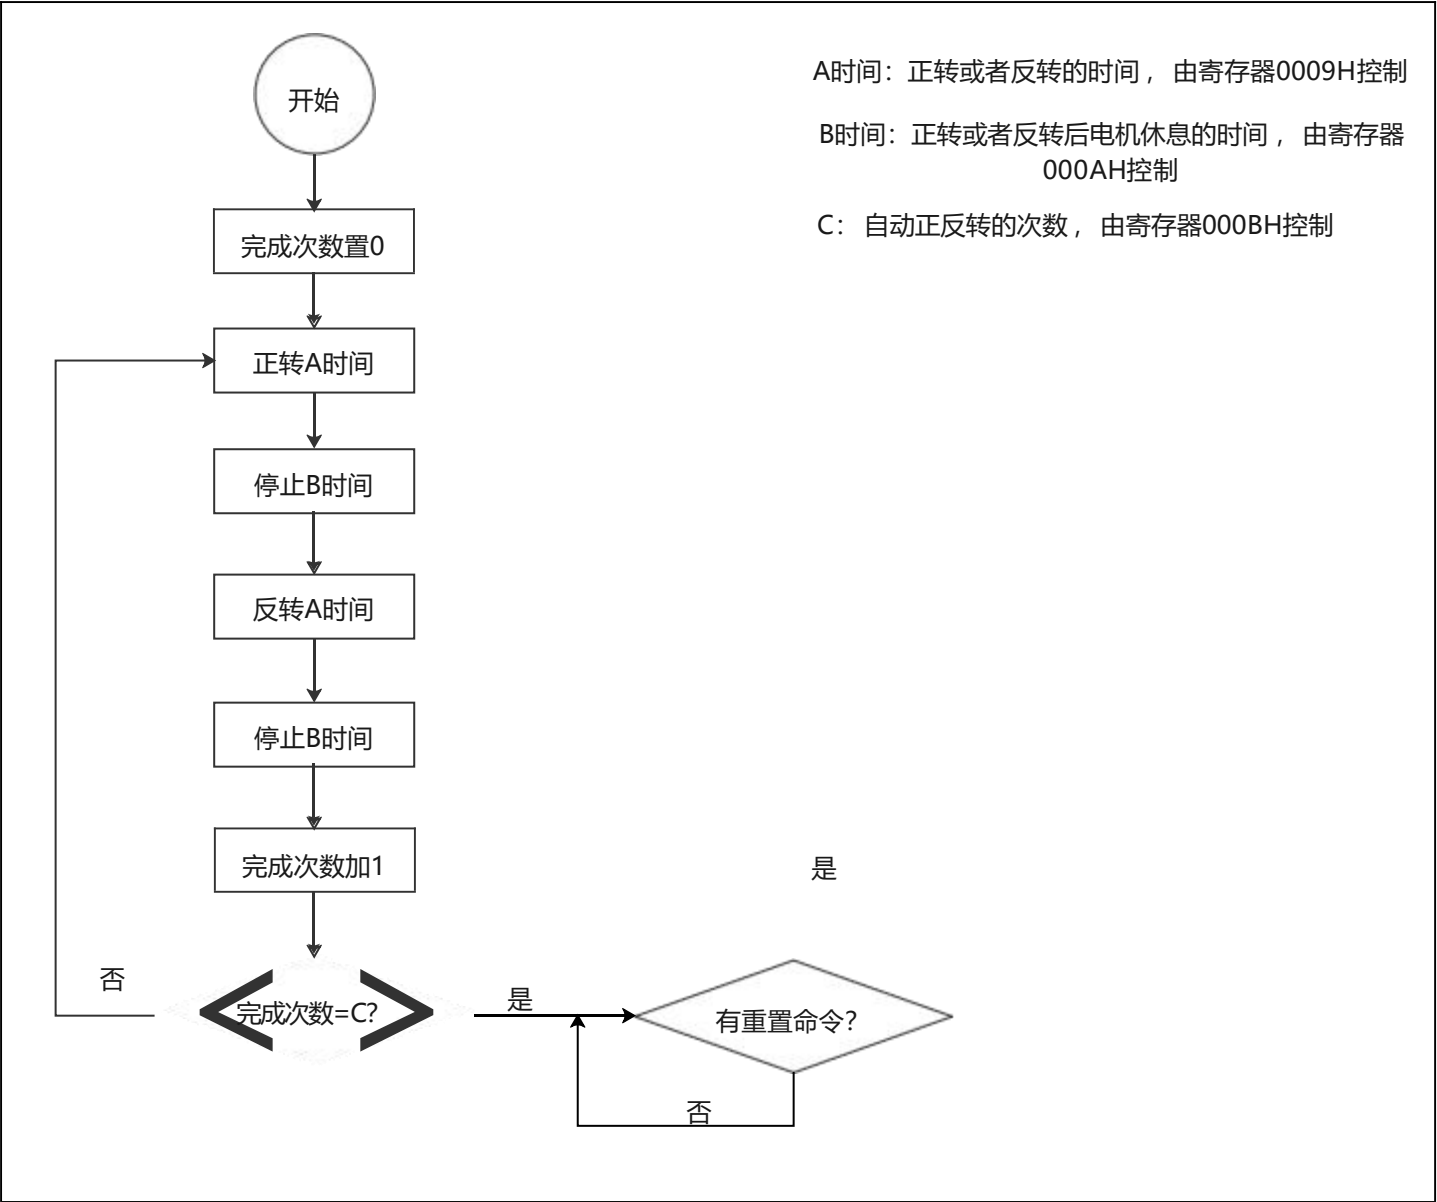
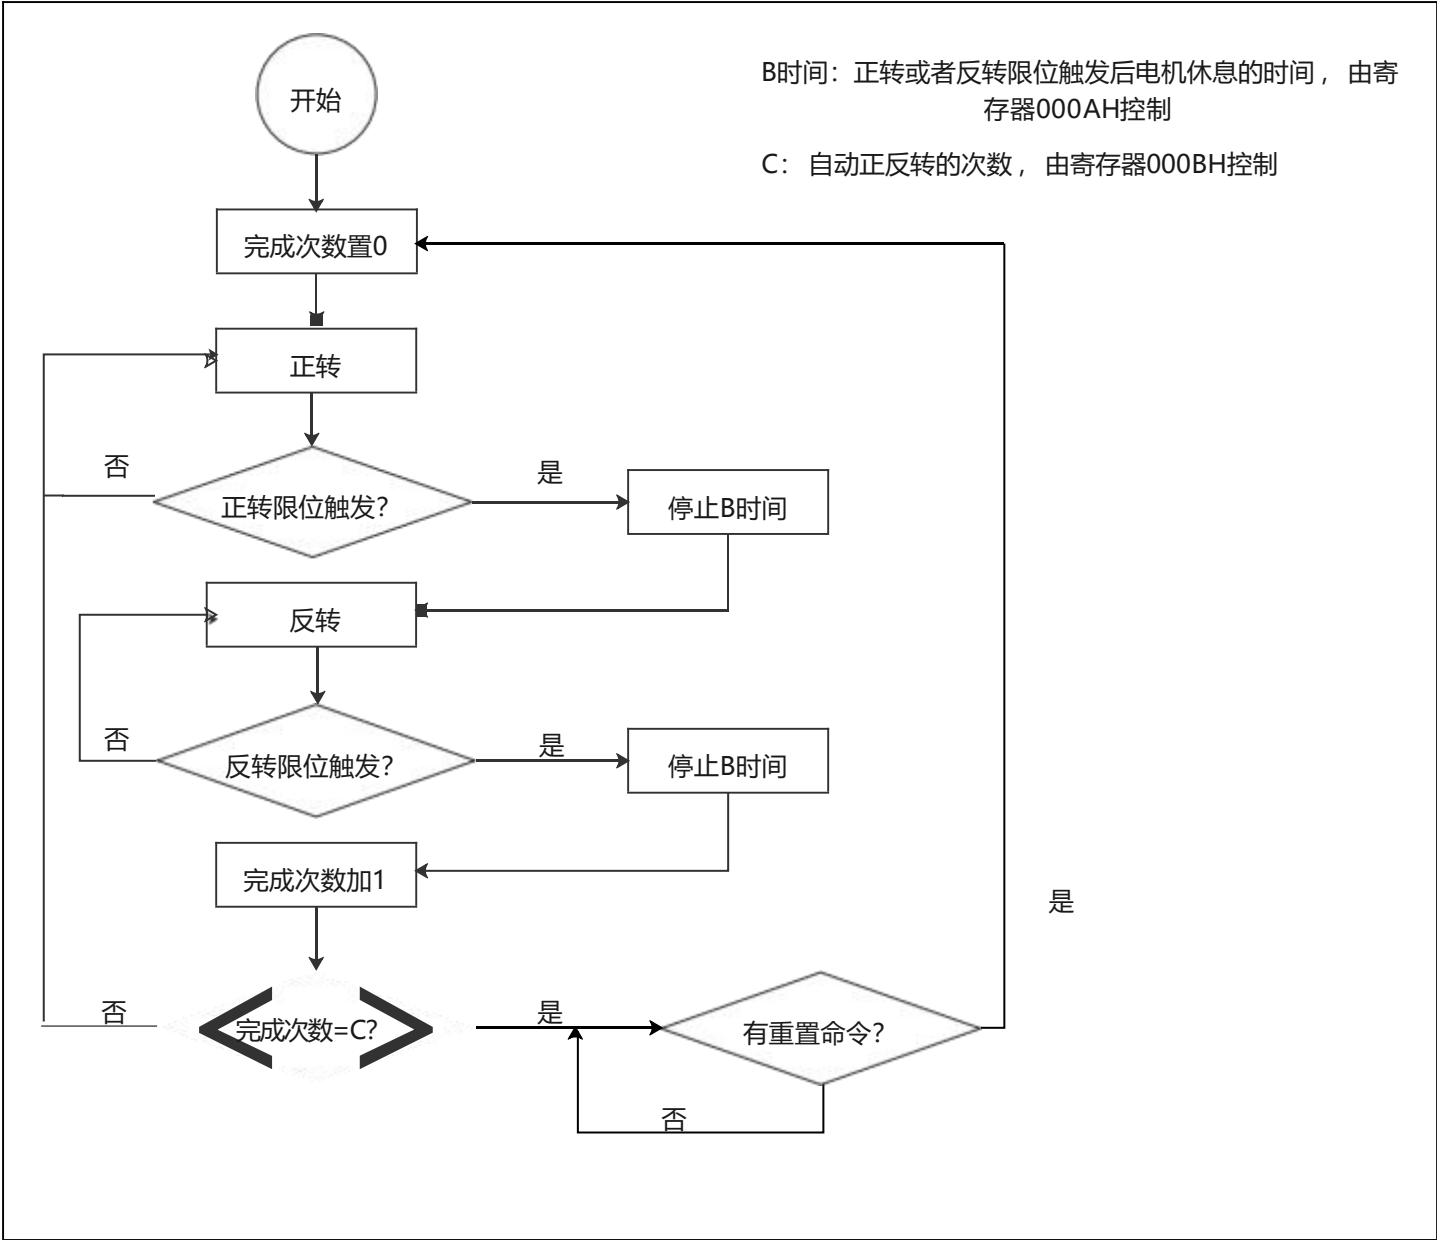

图7 自动正反转-时间模式工作流程
图8 自动正反转-限位模式工作流程
- ① 不同控制代码生效条件和时间不同，参考下一章节
- ① 控制模式下PWM速度和频率在上一指令完成后生效；自动正反转模式下，PWM速度立即生效，PWM频率在完成次数递增后生效
- ② 控制模式下不存储，自动正反转模式下存储
- ③ 完成次数递增后生效，参考图7、图8